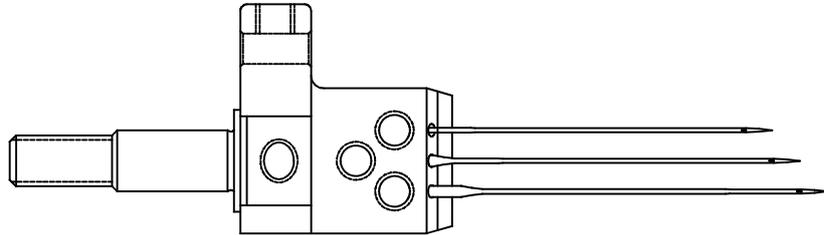

Fig.11
- ⑦ é o número de pontos. (Fig.11)